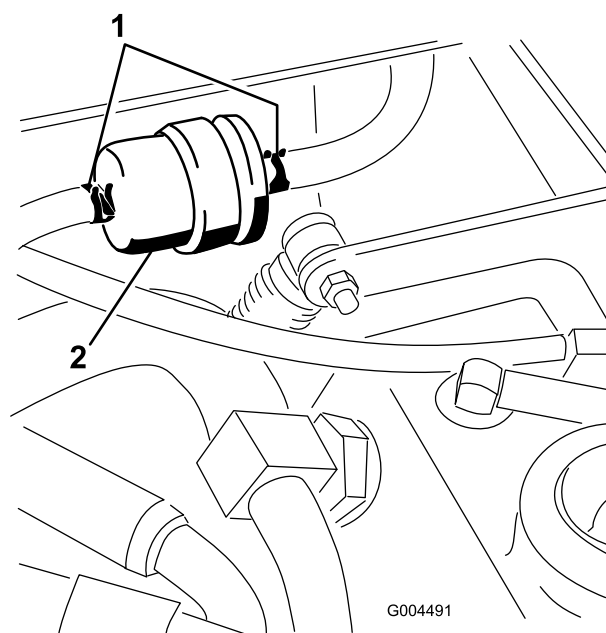

図 46
燃料タンクと燃料ポンプの間に燃料プレ フィルタ (図 46) があります。このフィルタは 400 運転時間または 1年間のうち早く到達した時期に交換します。
1. フィルタを外した時に燃料がもれないように、フィルタ前後のホースにクランプを掛ける (図 46)。